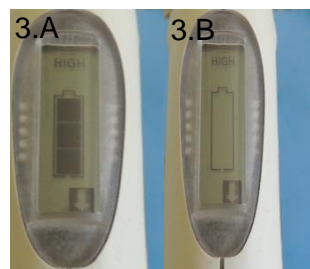

Figura 3. Visor do nível de bateria
- 3.1. Observe no visor (Figura 3) o nível da bateria. Na figura 3A está indicado carga completa. O pipetador necessita de carga quando apresentar a imagem de bateria vazia (Figura 3B);